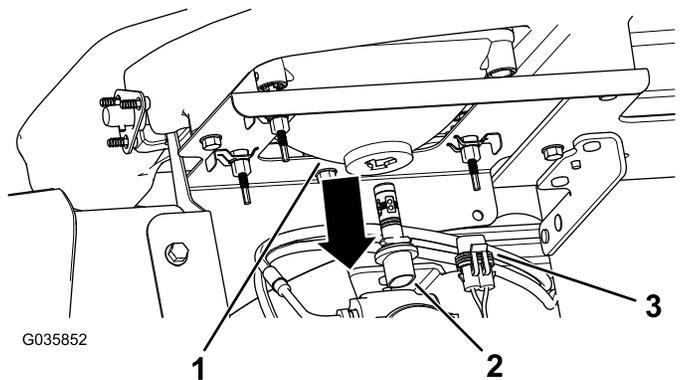

图 44
3. 从大灯外壳后面灯总成的接头断开线束的电气接头 图 44。